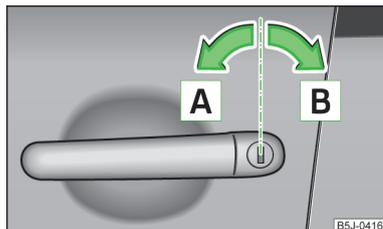

Fig. 14
- Girar la llave en el bombín de cierre de la puerta del conductor en dirección de marcha (posición de desbloqueo) **A** » fig. 14.
- Girar la llave en el bombín de cierre de la puerta del conductor en dirección contraria a la marcha (posición de bloqueo) **B** » fig. 14 de la página 36.